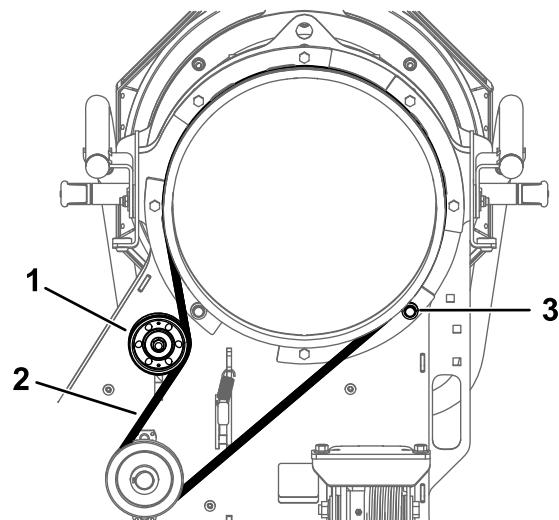

Figure 43
1. Boulon (3)
4. Desserrez l'écrou sur la poulie supérieure et poussez la poulie vers le haut pour détendre la courroie (Figure 43).
5. Déposez le roulement à rouleaux (Figure 43).
6. Enlevez la courroie et remplacez-la par une neuve (Figure 43).
7. Reposez le roulement à rouleaux (Figure 43).
8. Descendez la poulie supérieure jusqu'à obtention d'une flèche de 5 mm (0,19 po) au centre du grand brin, et serrez l'écrou (Figure 43).